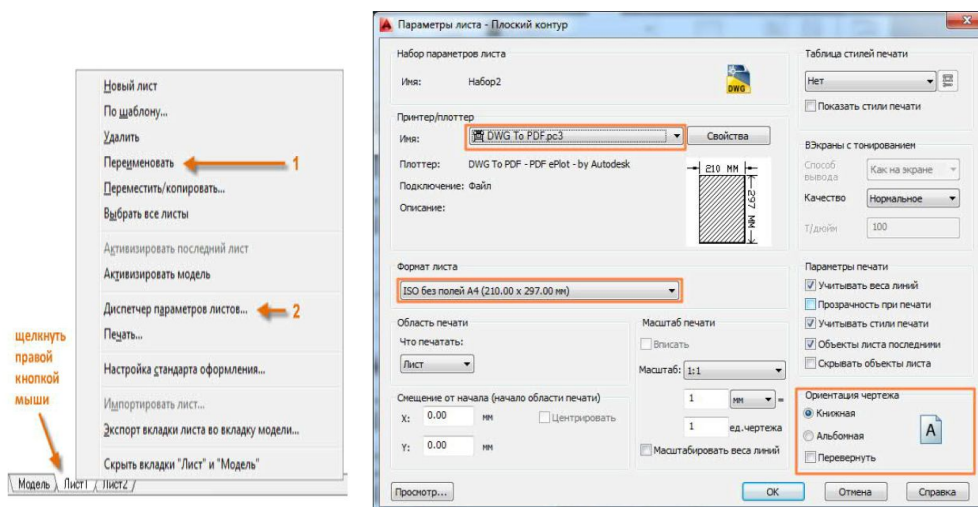

Рисунок 8.10 – Диспетчер параметрів аркушів
10. Перейти у простір аркуша, у якому можна створювати масштабовані види моделі, додавати примітки або розміри. Задати параметри аркуша, натиснувши ПКМ на вкладці **Лист** (рис. 8.10).